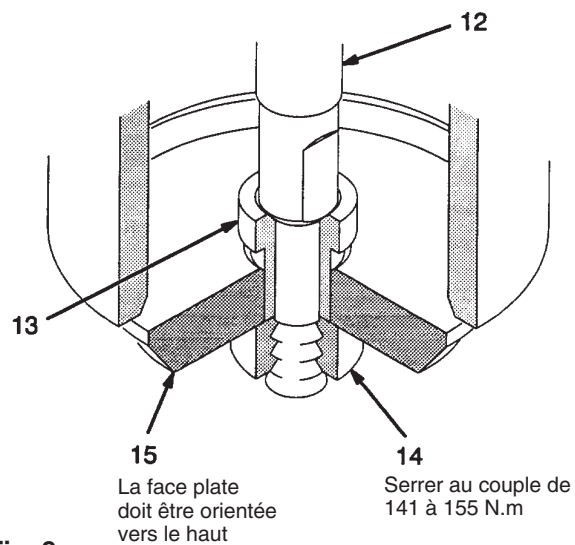

Fig. 9
15. Enduire les joints de presse-étoupe et les anneaux presse-joints et les installer un par un dans le carter de sortie (10) dans l'ordre suivant, les lèvres des joints en V devant être orientées vers le bas : l'anneau presse-joints mâle (23*), un joint en V en polyéthylène ultra-haute densité (22*), un joint en V en PTFE (24*), polyéthylène ultra-haute densité (22*), PTFE (24*), polyéthylène ultra-haute densité (22*) et l'anneau presse-joints femelle (21*). Enduire l'écrou de presse-étoupe (2) d'étanchéifiant à filetage et l'installer, en ne le serrant pas trop fort, dans le carter de sortie.
16. Enduire le joint d'étanchéité (39*) de lubrifiant et le placer au sommet du cylindre (4). Installer le carter de sortie (19) sur la partie supérieure du cylindre.
17. Engager les six vis à tête six pans (32) longues dans le carter de sortie (19) et les installer dans le logement (17). A l'aide d'une clé à douille, serrer les vis en croix et au même couple de 260 à 300 N.m. Retirer la pompe de l'étau et la mettre en position latérale.
18. Vérifier que les méplats de la tige de la palette de gavage (12) sont accessibles par le dessous du logement (17). Si tel n'est pas le cas, tapoter à l'aide d'un maillet en plastique sur la partie supérieure de la tige (1) de piston jusqu'à ce que les méplats soient visibles.
19. Faire coulisser le guide de la palette de gavage (13) sur la tige (12) jusqu'à ce qu'elle arrive en butée. Ensuite, installer la palette de gavage (15), face plate orientée vers le haut en direction de l'entrée de la pompe. Enduire d'étanchéifiant les filets de l'écrou de la palette de gavage (14). Maintenir la tige (12) immobile à l'aide d'une clé à molette appliquée sur les méplats et visser l'écrou (14) sur la tige à l'aide d'une autre clé. Serrer au couple de 141 à 155 N.m. Voir Fig. 9.